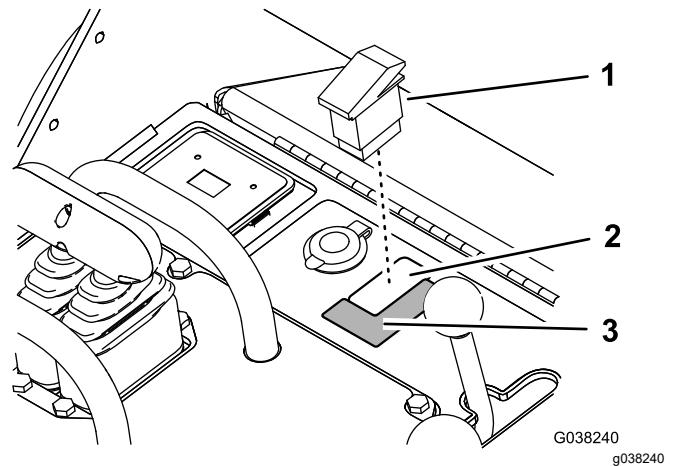

Figure 28
2. Si les symboles du lièvre et de la tortue ne figurent pas sur l'autocollant situé près de l'interrupteur sur la console, collez l'autocollant du kit (Figure 28).
1. Retirez l'obturateur de la console et installez l'interrupteur (Figure 28).